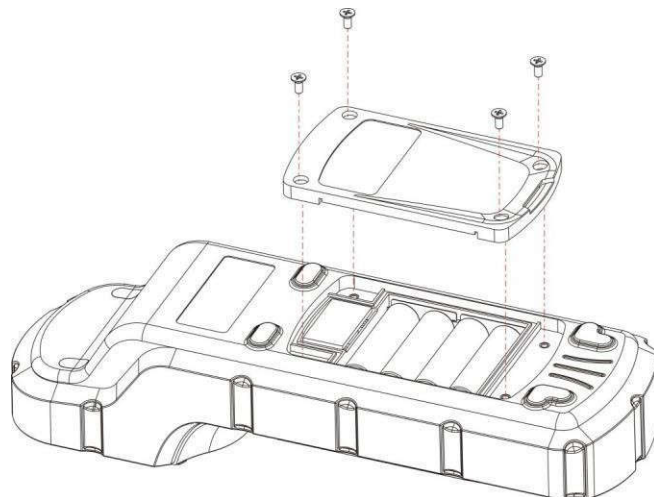

图 3 更换电池
Pyxis HM-900 电池盒如图 3，在仪器的背面。在屏幕区域下方嵌入一个小衬垫，让仪器倒置时背面处于水平位置。电池安装步骤如下：
2. 将四节电池装入电池盒中，如图 3